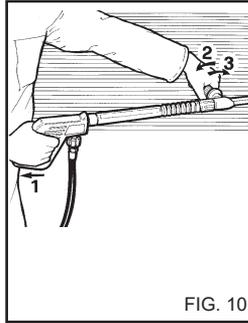

FIG. 10
**USO DELLA LANCIA DOPPIA (fig. 10). (Se presente)**